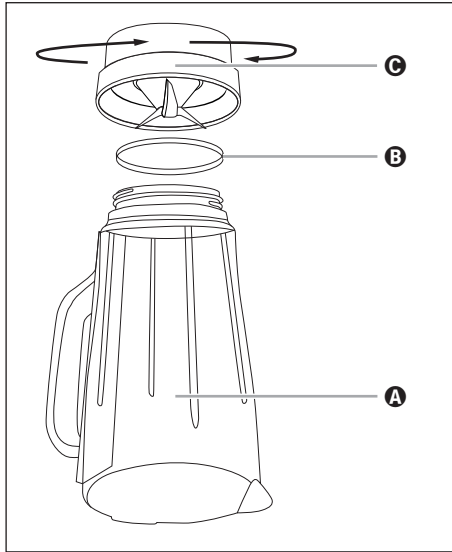

Fig. 4
- 2) Așezați aparatul cu capul în jos și rotiți componenta de plastic ③ a recipientului de amestecare ③ în sens antiorar, astfel încât să se poată desprinde de componenta de sticlă ③ a recipientului de amestecare ③ (a se vedea fig. 4).
- 4) La nevoie, puteți scoate inelul de etanșare ③, cu atenție, din componenta de plastic ③. Curățați-l în apă cu detergent și clătiți-l la final cu apă curată.
- 6) Dacă este necesar, introduceți din nou inelul de etanșare ③ în mod corect în componenta de plastic ③. Apoi așezați din nou componenta de plastic ③ a recipientului de amestecare ③ pe componenta de sticlă ③ a recipientului de amestecare ③ și rotiți bine componenta de plastic ③ în sens orar.